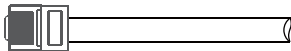

Figure 4.8-3 Fermeture à distance du raccordement du câble
Étape 3-2 : Pour l'arrêt à distance. Faites passer le câble à travers la plaque métallique, puis câblez à partir des broches 5 et 6. Le Tableau 4.5-1 décrit la répartition des broches à 6 contacts, et le raccordement est illustré dans la Figure 4.8-3.